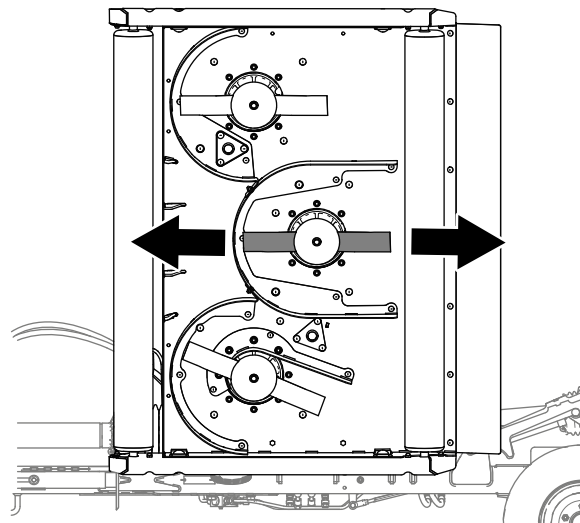

Bild 78
1. Richten Sie an jedem Mähwerk, dessen Neigung Sie einstellen möchten, das mittlere Mähmesser wie in Bild 78 dargestellt aus.